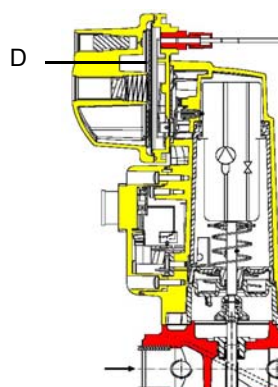

Fig. 18
**Attenzione:** il diaframma **D** dell'**SKP2** deve essere verticale (vedi Fig. 18).